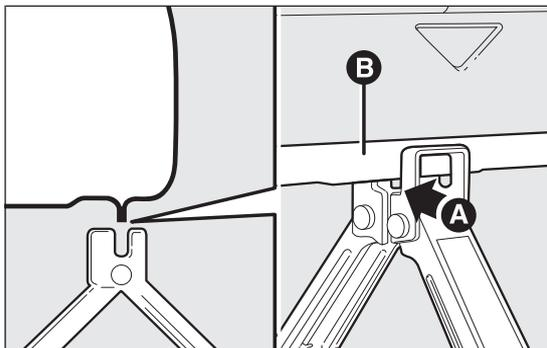

fig. 122
- ❑ actionner le cric de façon à le détendre jusqu'à ce que la rainure A fig. 122 du cric s'introduise correctement sur le profil inférieur B obtenu sur le